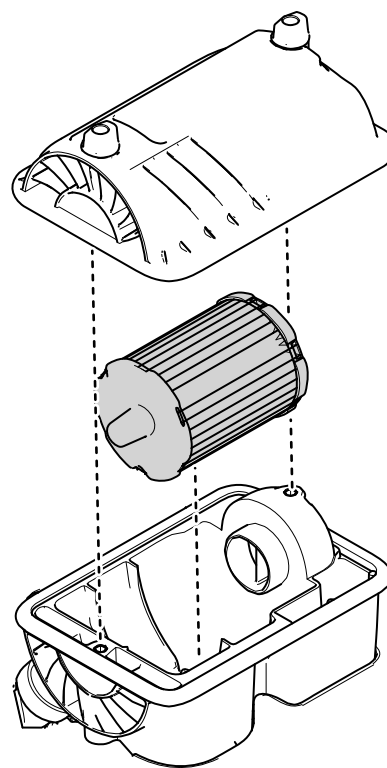

Figure 28
1. Sortez l'élément filtrant du boîtier du filtre à air avec précaution (Figure 28).
4. Reposez le couvercle du filtre à air (Figure 28).